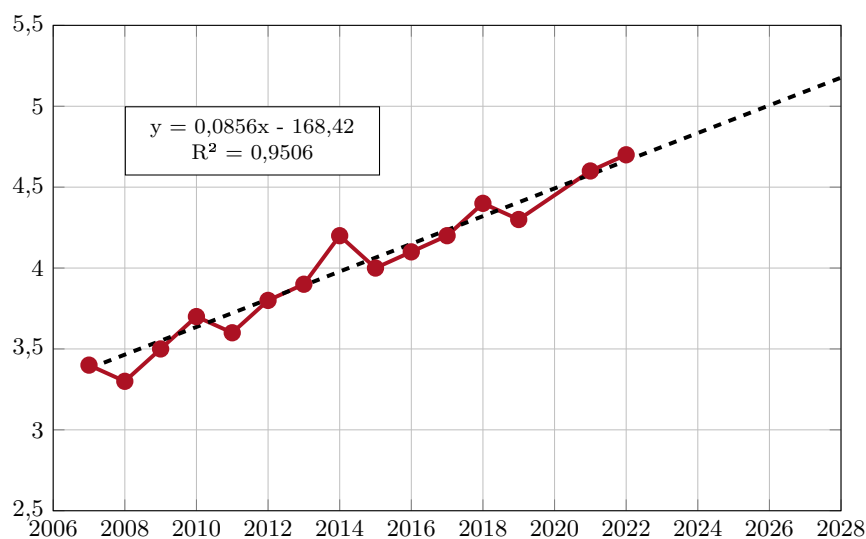

Figura 5.9: Diagrama de dispersión, correlación positiva
- **Diagramas de dispersión:** Muestran la relación (correlación) entre dos variables, ayudando a identificar si los cambios en una afectan a la otra (Figura 5.9). Esta relación puede ser: